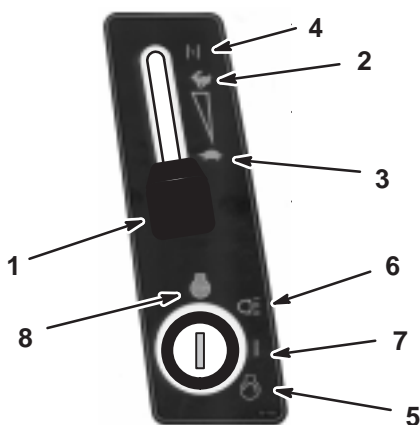

Figure 11
6. Réglez la manette d'accélérateur en position de Ralenti (Fig. 11).
7. Tournez la clé de contact dans le sens des aiguilles d'une montre et maintenez-la en position de Démarrage (Fig. 11). Relâchez la clé quand le moteur démarre.
8. Lorsque le moteur a démarré, amenez progressivement la manette d'accélérateur en position de Régime maximum (Fig. 11).
1. Placez la manette d'accélérateur en position de Ralenti (Fig. 11).
2. Tournez la clé de contact en position Contact coupé (Fig. 11).